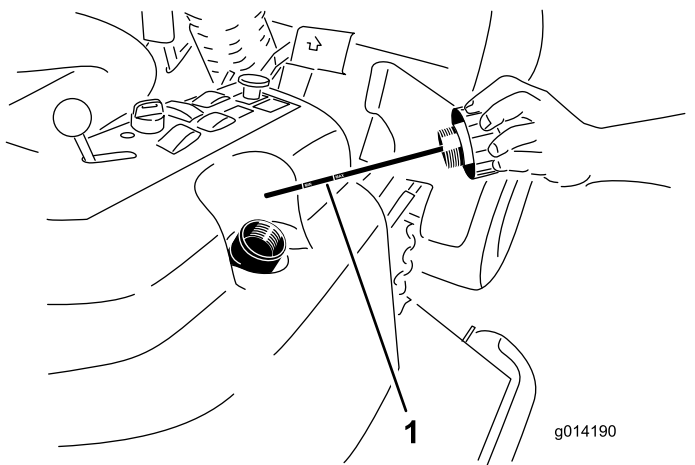

Рисунок 48
4. Снимите крышку заливной горловины бака гидравлической жидкости (Рисунок 48).
5. Извлеките масломерный щуп и протрите его чистой ветошью (Рисунок 48).
- Вставьте масломерный щуп в заливную горловину до отказа; затем извлеките его и проверьте уровень жидкости (Рисунок 48).